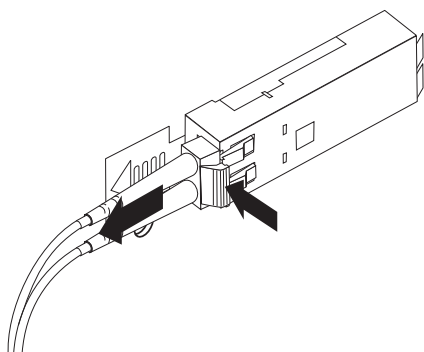

図 36. LC-LC ファイバー・チャネル・ケーブルの取り外し
2. 図 36 に示すように、コネクタを慎重に引っ張って、SFP モジュールからケーブルを取り外します。